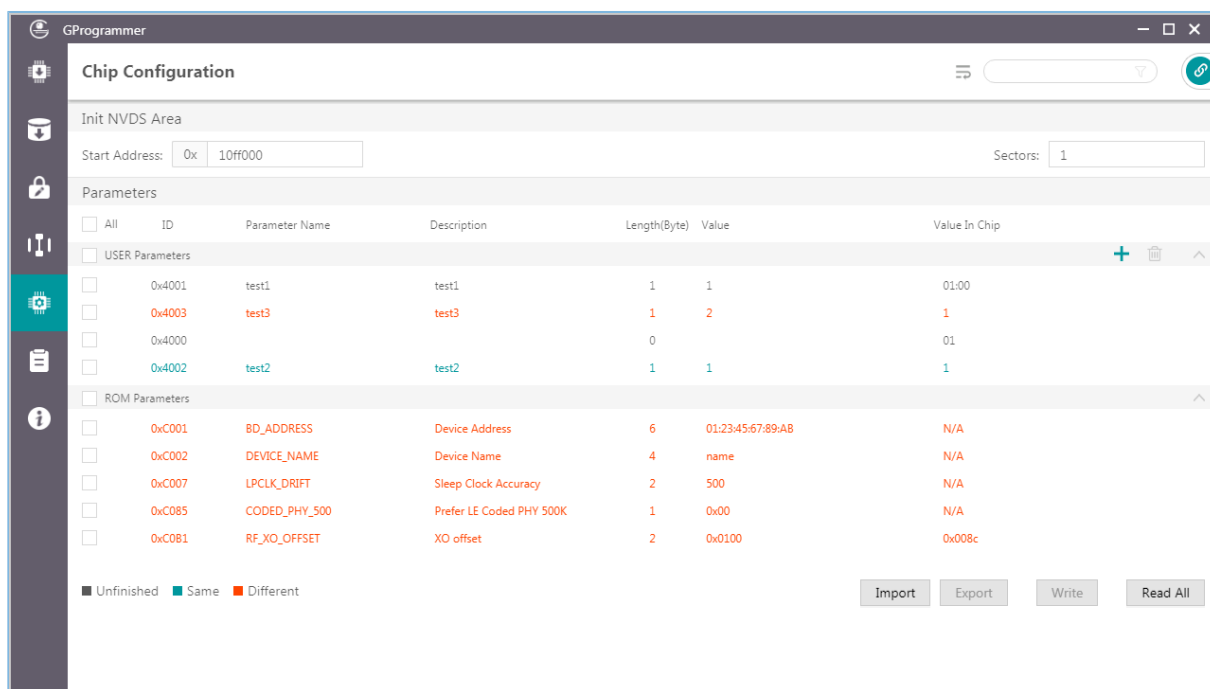

图 3-38 读取参数
- “Unfinished”状态：字体为黑色，表示从NVDS中读取到列表中没有的参数（如图 3-38中ID为0x4000的参数），或者NVDS中已有此参数但长度不相等（如图 3-38中ID为0x4001的参数）。
- “Same”状态：字体为绿色，表示NVDS中有已有此参数，并且长度相等、值相同（如图 3-38中ID为0x4002的参数）。
- “Different”状态：字体为橙色，表示NVDS中已有此参数，长度相等但值不相同（如图 3-38中ID为0x4003的参数）。